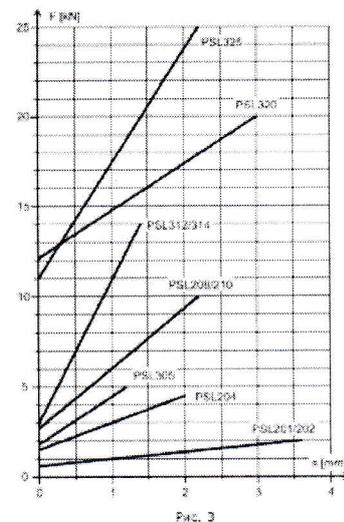

Рис. 3
3. Продолжайте вращать маховик в том же направлении до тех пор, пока не будет достигнуто требуемое усилие сжатия пружины F (рис. 3, 4).